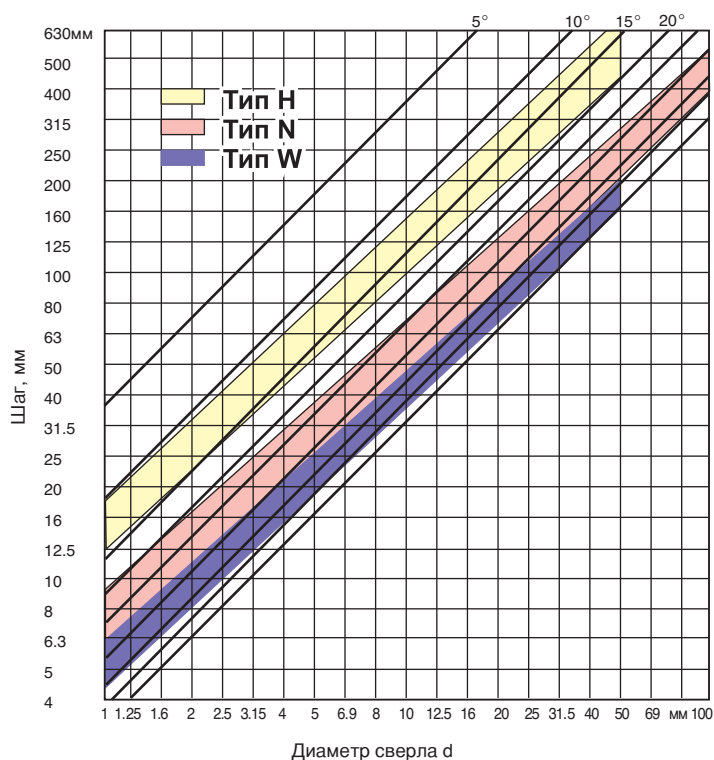

Рис. 6. Боковой передний угол  $\gamma_f$
**Точка замера:** у вершины сверла, см. Рис. 6